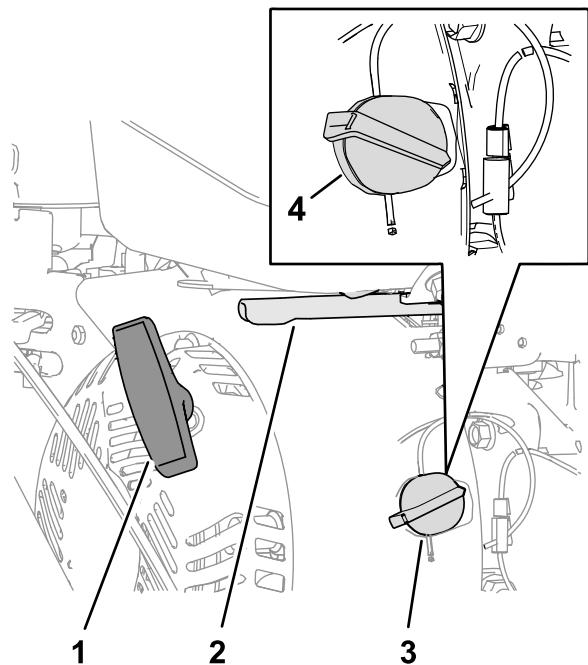

Figura 12
1. Sul lato destro del motore, ruotate l'interruttore On/Off del motore in senso orario in posizione ON (Figura 12).
2. Posizionate l'acceleratore a metà tra le posizioni SLOW e FAST (Figura 12).
- motore in posizione OFF per spegnere il motore (Figura 12).